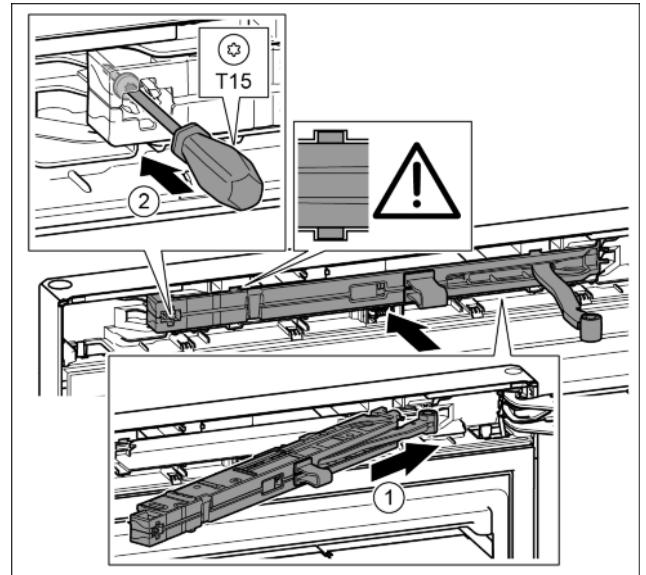

Fig. 25
- ▶ Schließdämpfereinheit auf der Lagerbockseite bis zum Anschlag schräg in die Aussparung einschieben. Fig. 25 (1)
- ▶ Schraube mit einem Schraubendreher T15 festschrauben. Fig. 25 (2)